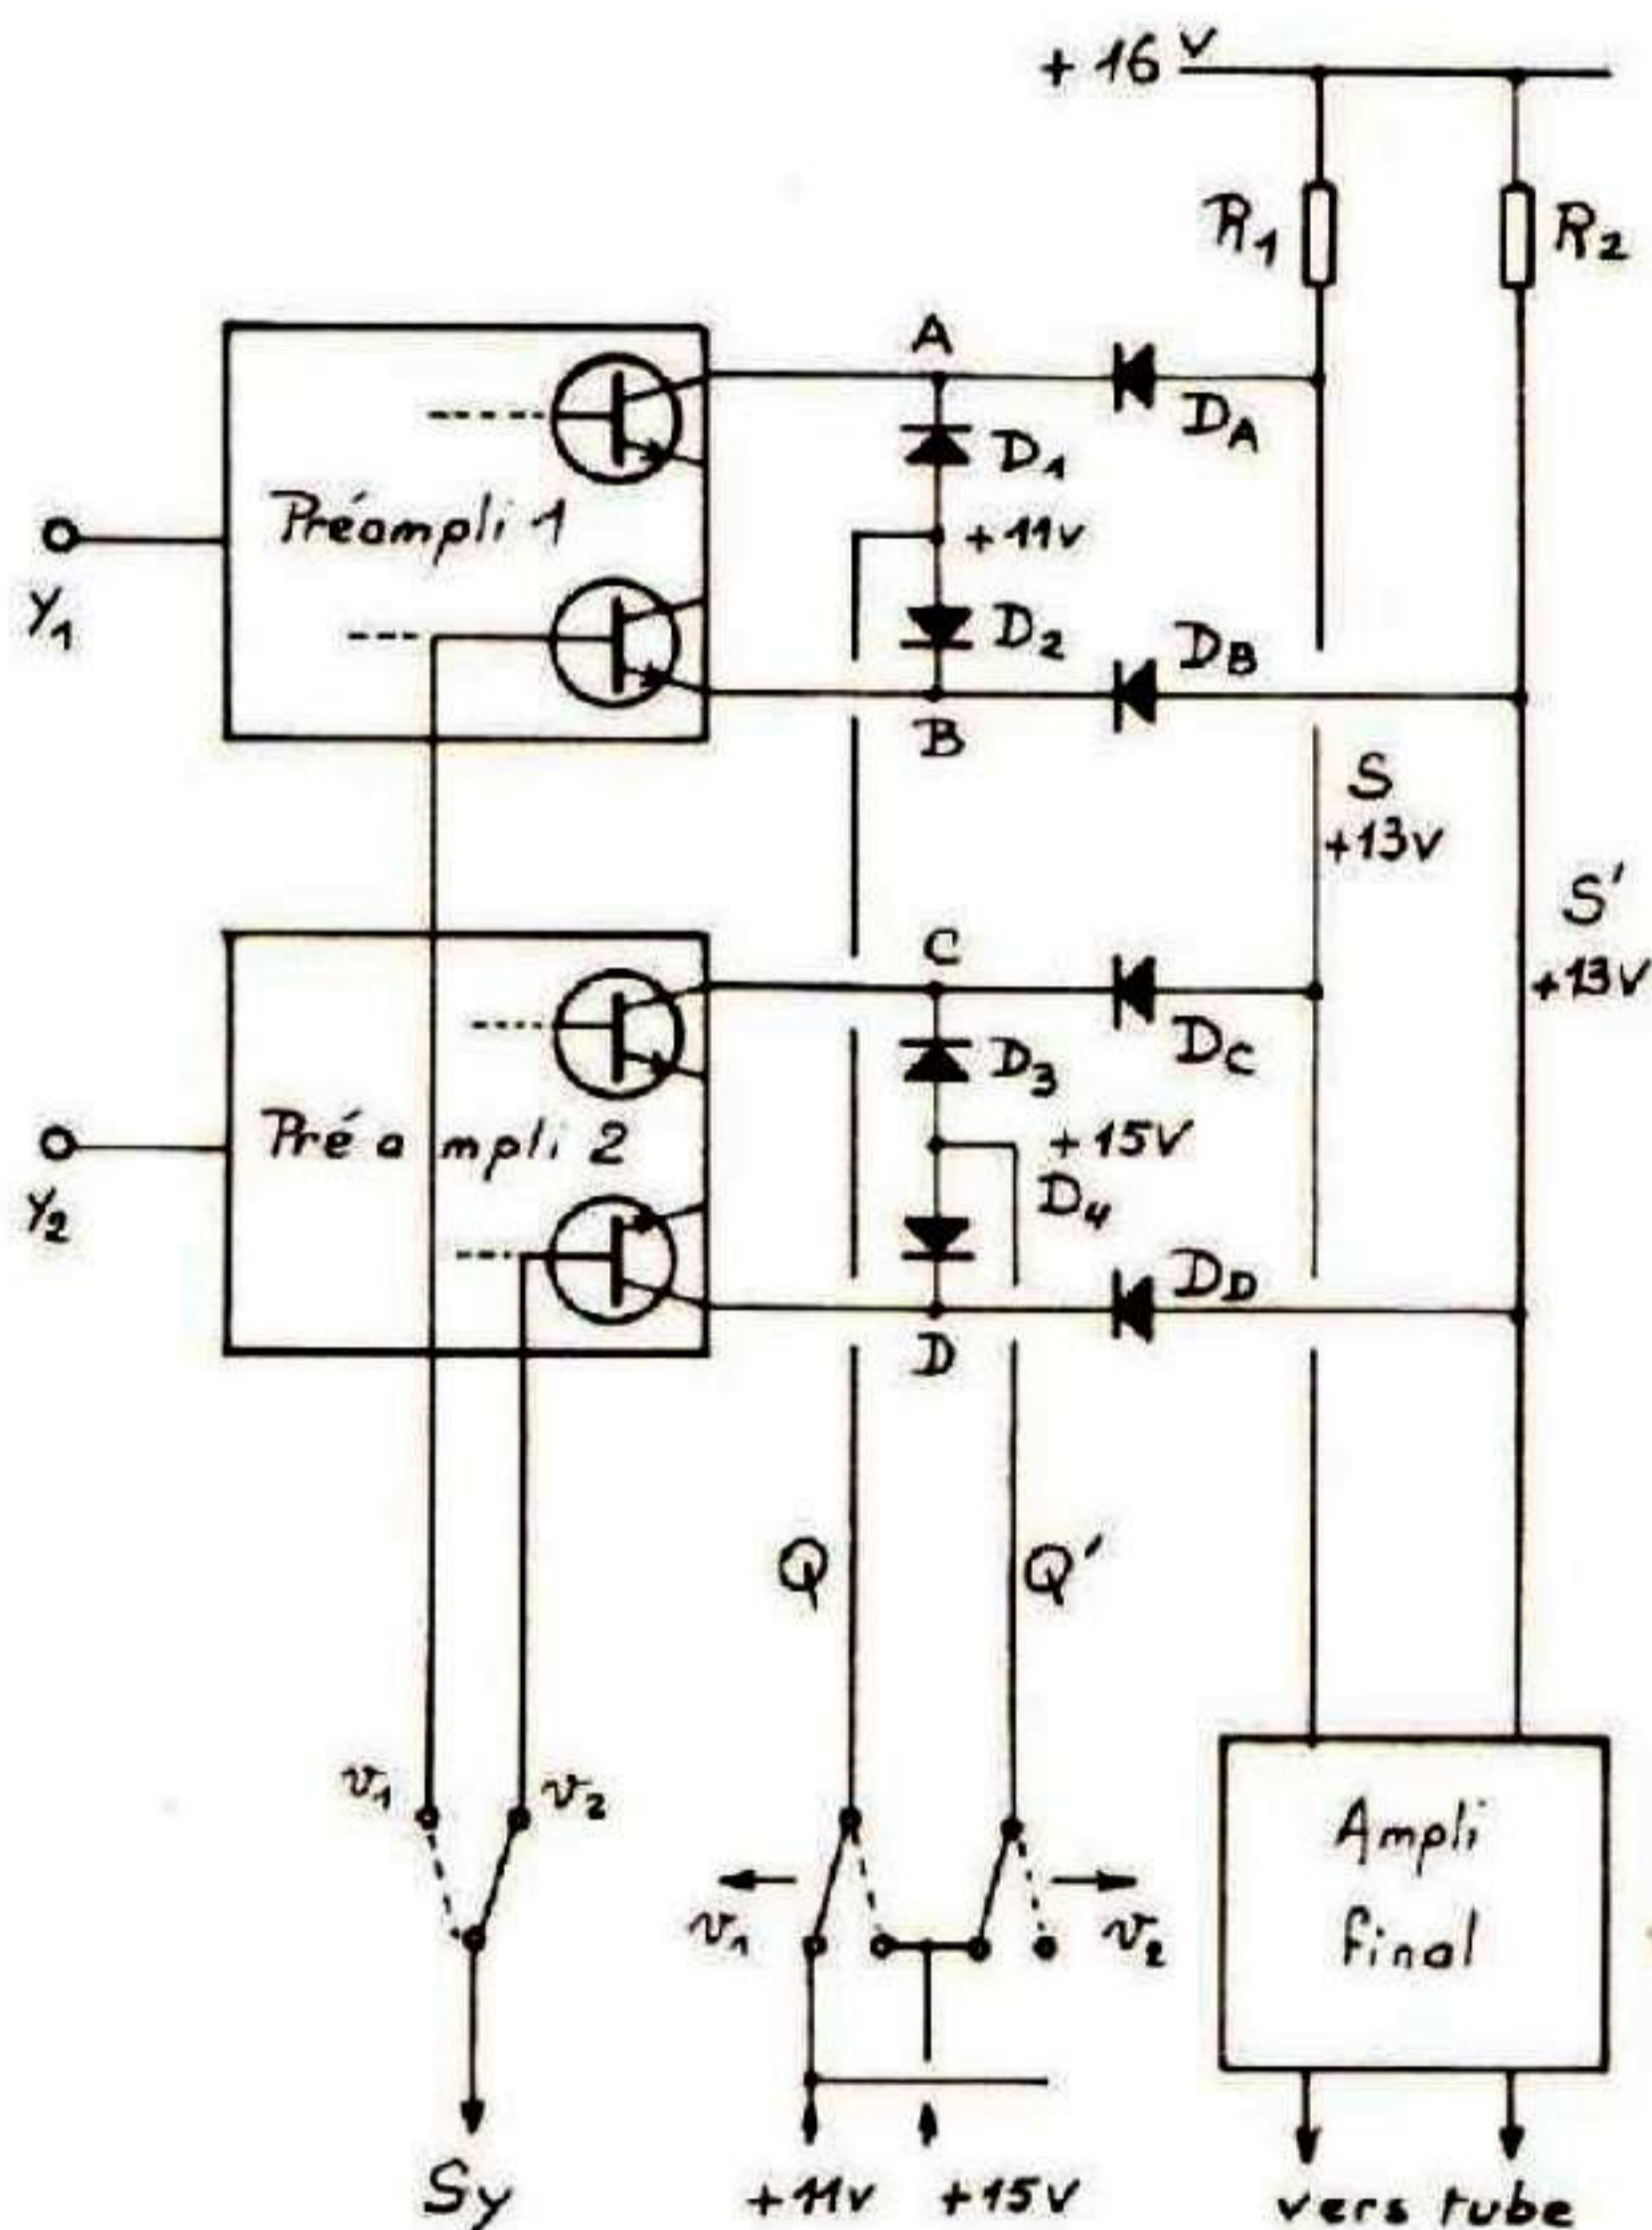

Fig. 4. - Commutateur à diodes.
est très simple : c'est un commutateur à diodes ! (voir fig. 4).
**1. Commande manuelle (voir fig. 4)**